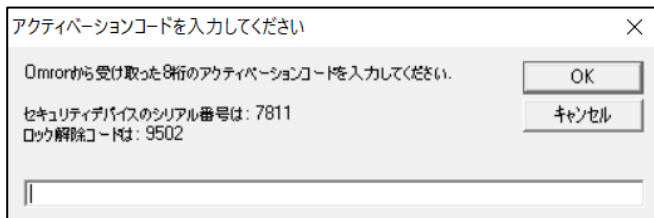

図32-3: 「アクティベーションコードを入力してください」ウィンドウ
3. 「自動ログイン」の横にある「使用できません(アクティブ化するにはここをクリックしてください)」をクリックします。「アクティベーションコードを入力してください」ウィンドウが表示されます(図32-3)。当社または販売代理店から受領した8桁のアクティベーションコードを入力し、[OK]をクリックします。